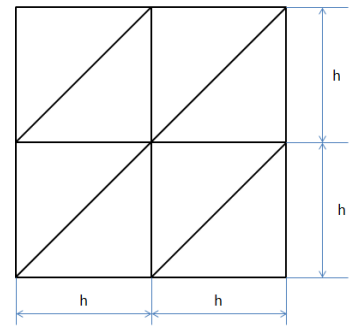

Figura 2
- Para el conjunto de elementos triangulares lineales de la Figura 2, calcular: